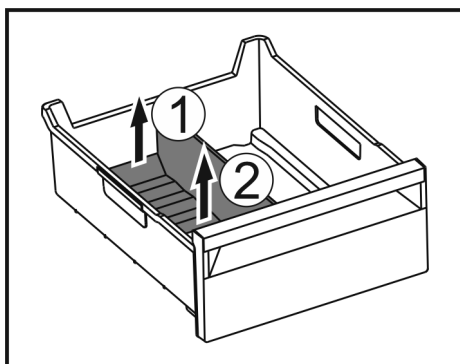

Fig. 168
- ▶ Приподнимите заднюю часть разделителя отделения для льда. Fig. 168 (1)
- ▶ Извлеките разделитель отделения для льда движением вверх. Fig. 168 (2)